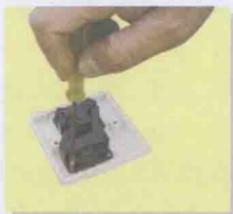

图 1-7 小螺钉旋具的使用方法
(2) 小螺钉旋具的使用。小螺钉旋具一般用来紧固电气装置接线柱头上的小螺钉，使用时，可用手指顶住木柄的末端捻转，如图 1-7 所示。